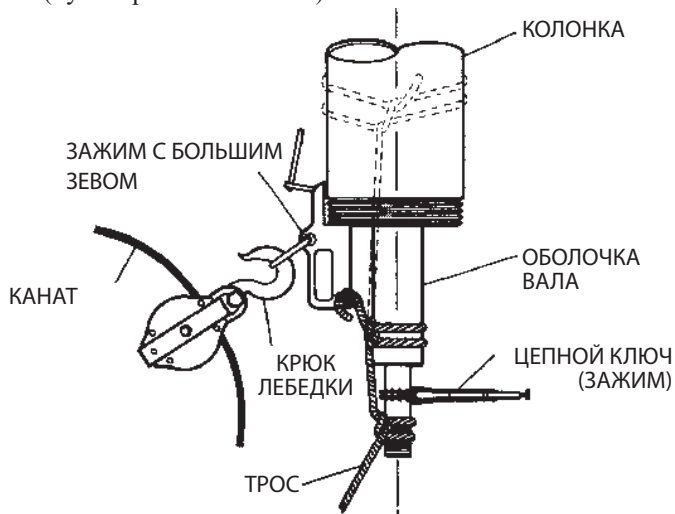

Рис. 6
1. Если на нагнетательную часть установлена набивочная камера сальника (см. рис. 6), демонтируйте ее и все подключенные трубопроводы.
Соберите набивочную камеру сальника, как показано на рис. 6.